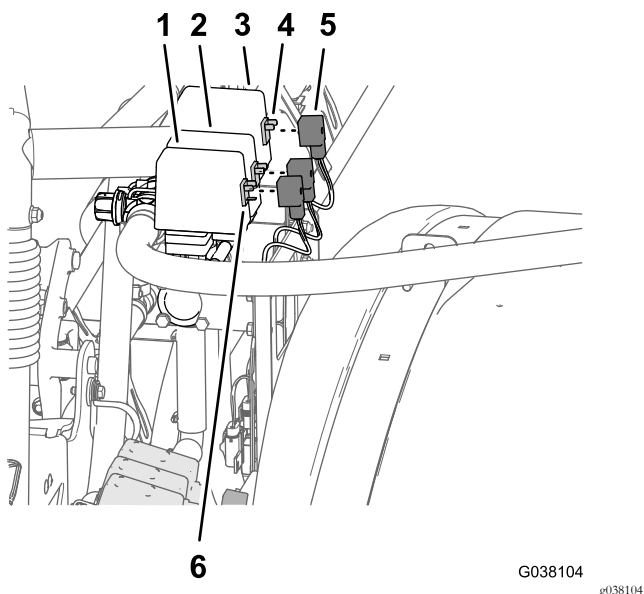

图7
4. 从右主喷洒阀拧下固定带主喷洒阀标签的线束的3触点接头的螺丝图7。
5. 从喷洒阀卸下线束的 3 触点接头 图7。